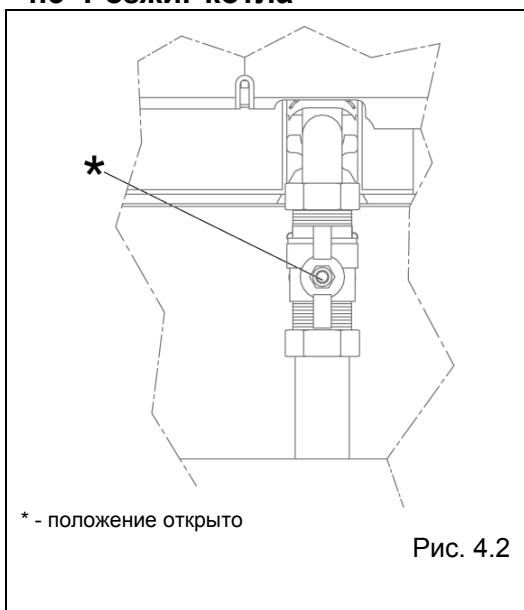

Рис. 4.2
- откройте вентиль газа, повернув против часовой стрелки ручку, которая находится под котлом, для того чтобы открыть подачу топлива (рис. 4.2)
Для того чтобы возобновить работу котла, переведите переключатель режимов работы в положение "OFF RESET" (рис. 4.5), подождите 5 – 6 секунд, после чего вновь переведите переключатель функций в нужное положение: «лето» или «зима» (рис. 4.2).